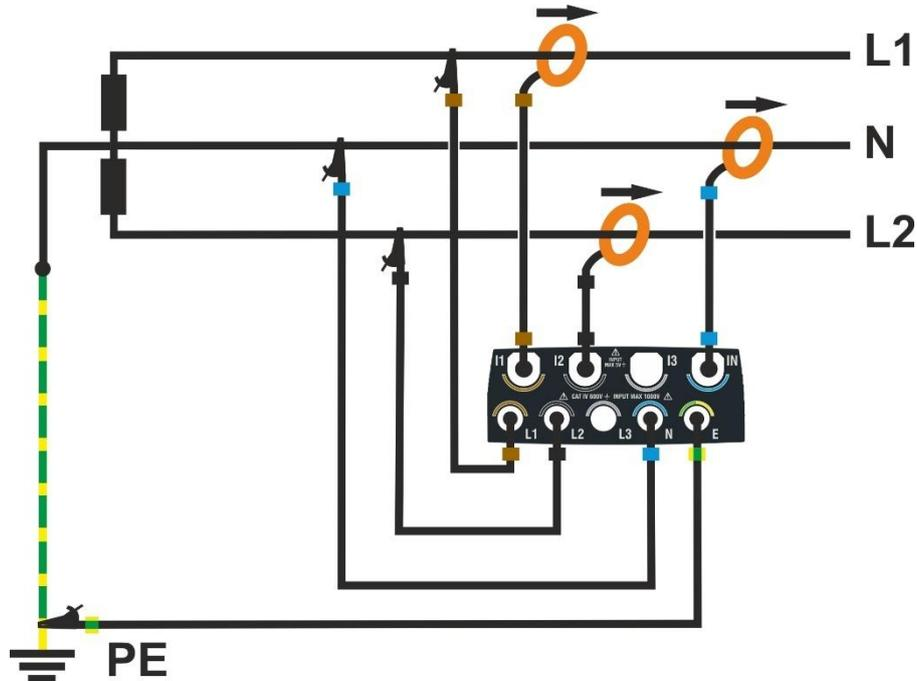

Fig. 70: Raccordement de l'instrument dans un système Monophasé 3 fils 1F PC
2. Brancher les câbles de tension sur les conducteurs L1, L2, N et PE comme indiqué à la Fig. 70